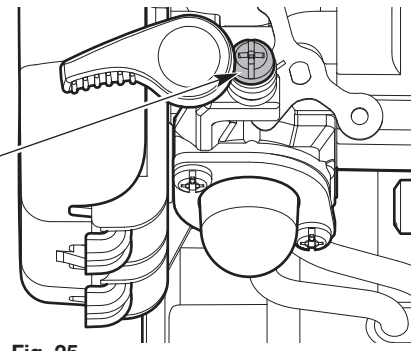

Fig. 25
- Si el motor se para, aumente la velocidad de ralentí. Use un destornillador Phillips pequeño para girar el tornillo de velocidad de ralentí en el sentido de las agujas del reloj, 1/8 de giro cada vez hasta que el motor funciona al ralentí de manera uniforme (Fig. 25).
- Si el cabezal de corte gira cuando el motor funciona al ralentí, reduzca la velocidad de ralentí. Gire el tornillo de velocidad de ralentí en el sentido contrario de las agujas del reloj, 1/8 de giro cada vez, hasta que se detenga el cabezal de corte (Fig. 25).